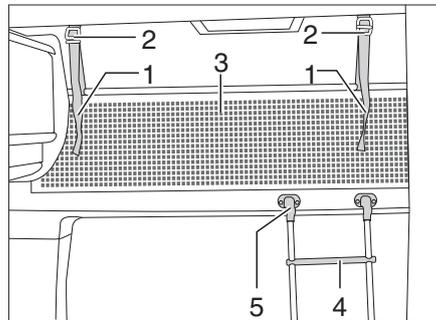

Bild 141 Alkovenbett
**Aufstiegsleiter** Zum Besteigen des Alkovenbetts die serienmäßig beigelegte Aufstiegsleiter (Bild 141,4) benutzen.
*Einhängen:* ■ Die Leiter mit den Holmen in die Halterung (Bild 141,5) an der Alkovenblende einhängen.
**Sicherungsnetz** Das Sicherungsnetz (Bild 141,3) ist serienmäßig zwischen Matratze und Lattenrost verstaut. Das Sicherungsnetz erst aufspannen, wenn sich die Personen bereits im Alkoven befinden.
*Aufspannen:* ■ Die Haltebänder (Bild 141,1) in die Halterungen an der Decke (Bild 141,2) einrasten.